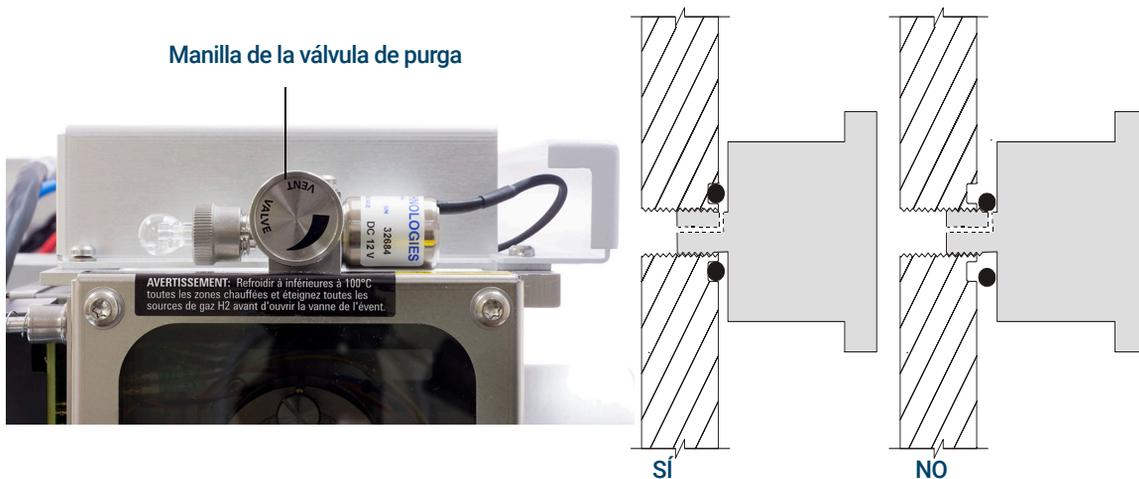

Figura 38. Manilla de la válvula de purga del MS
- 7 Gire la manilla de la válvula de purga a izquierdas **solo** 3/4 de vuelta, hasta que oiga el silbido del aire fluyendo hacia el interior de la cámara del analizador. (Consulte la **Figura 38**).